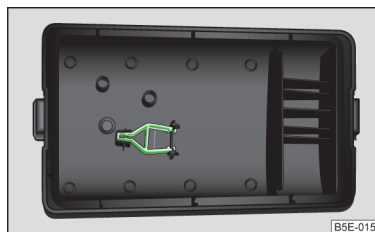

Fig. 219
- Scoateți clema din material plastic aflată sub capacul panoului de siguranțe din compartimentul motor » fig. 219 la pagina 260.